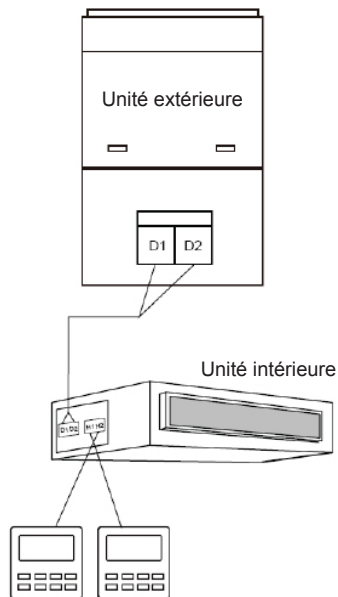

Fig. 5.4 Deux commandes filaires commandent une unité intérieure
- (1) Lorsqu'une commande filaire commande simultanément plusieurs unités intérieures, la commande filaire peut se connecter à l'une quelconque des unités intérieures, pourvu que celle-ci soit de la même série. La quantité totale d'unités intérieures commandées par commande filaire ne peut pas dépasser 16 éléments, et les unités intérieures connectées doivent faire partie du même réseau. La commande filaire doit définir le nombre d'unités intérieures commandées en groupe. Voir la section 5.2.3 Réglage des paramètres.
- (2) Lorsque deux commandes filaires contrôlent une unité intérieure, leurs adresses doivent être différentes. Voir la section 5.2.3 Réglage des paramètres.
- (3) Lorsque deux commandes filaires commandent plusieurs unités intérieures, la commande filaire peut se connecter à l'une quelconque des unités intérieures, pourvu que celle-ci soit de la même série. Les adresses de ces commandes filaires doivent être différentes. Voir la section 5.2.3 Réglage des paramètres. La quantité totale d'unités intérieures commandées par commande filaire ne peut pas dépasser 16 éléments, et toutes les unités intérieures connectées doivent faire partie du même réseau. La commande filaire doit définir le nombre d'unités intérieures commandées en groupe. Voir la section 5.2.3 Réglage des paramètres.
- (4) Lorsqu'un (ou deux) commande(s) filaire(s) commandent plusieurs unités intérieures à la fois, les réglages de ces unités doivent être les mêmes.
- (5) Le câblage de la commande filaire et du réseau d'unités intérieures doit être effectué conformément aux quatre méthodes de câblage indiquées sur la figure 5.3-5.6. Pour la méthode de connexion indiquée sur les fig. 5.4 et 5.6, il ne doit y avoir qu'une commande filaire maîtresse (l'adresse est 01) et une commande filaire esclave (l'adresse est 02). Il ne peut pas y avoir plus de deux commandes filaires.